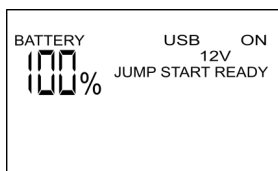

Figura 8: Avviamento d'emergenza „over-ride“, 12 V
Consultare il manuale del proprio veicolo per rilevare la tensione con la quale occorre effettuare l'avviamento d'emergenza. Assicurarsi che il Powerpack sia completamente ricaricato. Se necessario, ricaricare il Powerpack completamente. Sul proprio veicolo, disinserire l'accensione e tutte le utenze, quali luci, radio, riscaldamento sedili ecc. Controllare se i poli della batteria del veicolo sono privi di sporco e segni di ossidazione. Collegare il cavo positivo rosso (+) del Powerpack al polo positivo della batteria del veicolo. Collegare il cavo negativo nero (-) al polo negativo della batteria del veicolo. Assicurarsi che tutti i collegamenti siano corretti. Premere l'interruttore over-ride (pos. 6 dello schema), dopodiché premere per almeno 2 secondi l'interruttore per selezionare la tensione della batteria adeguata al proprio veicolo, interruttore 12 V (pos. 8 dello schema), interruttore 24 V (pos. 7 dello schema). Il display visualizza a questo punto il messaggio „JUMP START READY“ con la tensione selezionata, figura 8.